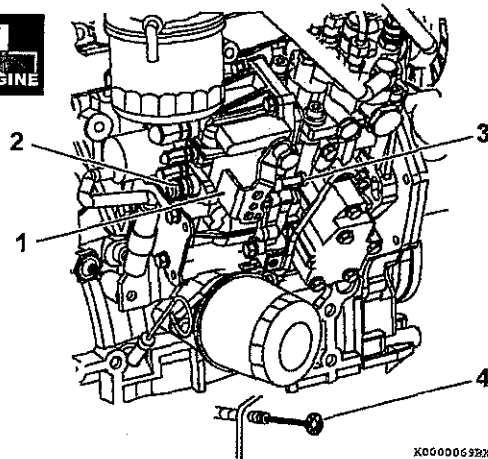

図 11
1. アクセル装置を高速および低速の位置に置いたときに、エンジン側のガバナレバー (1, 図 11) がそれぞれ高速側 (2, 図 11) および低速側 (3, 図 11) の制限ボルトに当たっているか点検します。